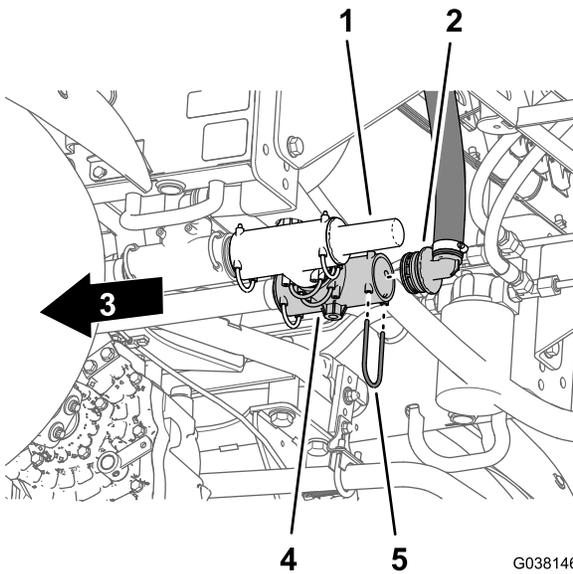

Bild 23
- 1. Nehmen Sie den Halter am Heck der Maschine ab, mit dem das gezahnte 90°-Anschlussstück des Rücklaufschlauchs am T-Anschlussstück innen am Druckentlastungsventil befestigt ist (Bild 23).
2. Nehmen Sie das gezahnte 90°-Anschlussstück vom T-Anschlussstück ab (Bild 23).